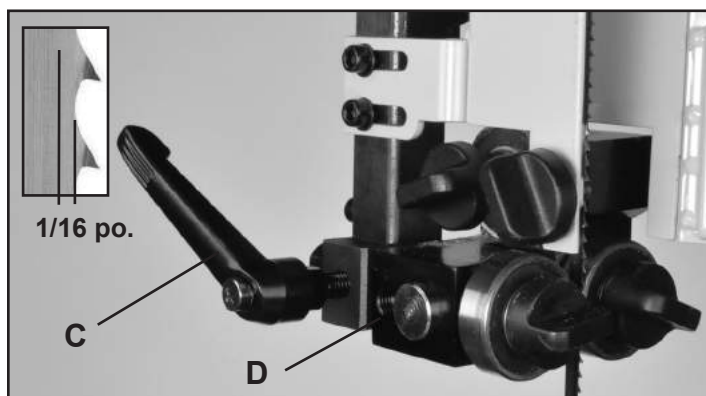

FIGURE 23
2. Les guides devraient être approximativement à 1,6 mm (1/16 po.) derrière la gorge des dents de la lame de scie. S'ils doivent être déplacés, desserrer la poignée-pince à l'arrière (#31C, Fig. 23, C) et déplacez le bloc de guidage supérieur (#20C, D) qui retient les guides de sorte que les guides soient correctement positionnés derrière la gorges des dents de lame. Resserrez ensuite la poignée. Fig. 23.